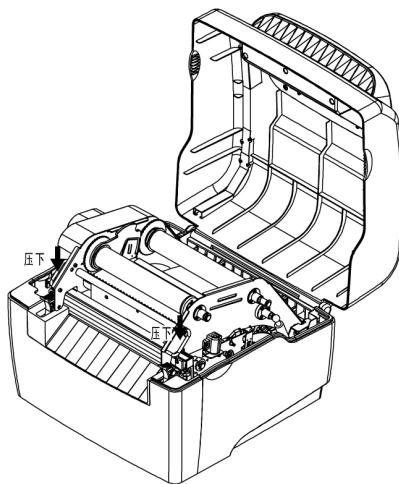

图 2.5.4
- 4) 按照图示方式压下上支架，至锁紧状态，并合上上盖(如图2.5.4)。